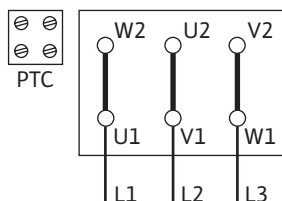
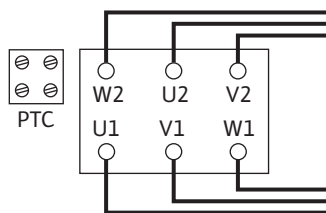

Fig. 5: Rozruch Y-Δ
Fig. 6: Potężenie Y-Δ
- Przyłącze sieciowe jest zależne od mocy silnika P2, od napięcia sieciowego i od sposobu załączania. Wymagane łączenie mostków połączeniowych w skrzynce zaciskowej zamieszczono w następującej tabeli jak również Fig. 5 i Fig. 6.
Rozruch Y-Δ (standardowy)	Usunąć mostki połączeniowe (Fig. 5).
Start przez łagodny rozruch	Połączenie Δ (Fig. 6)